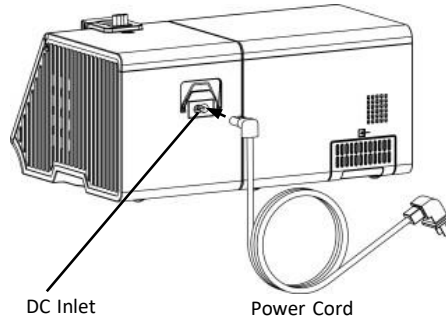

Fig. 11-3
- (1) Güç kablosunun fişini Fig.11-3'te gösterildiği gibi cihazın arkasındaki DC girişine takın.;